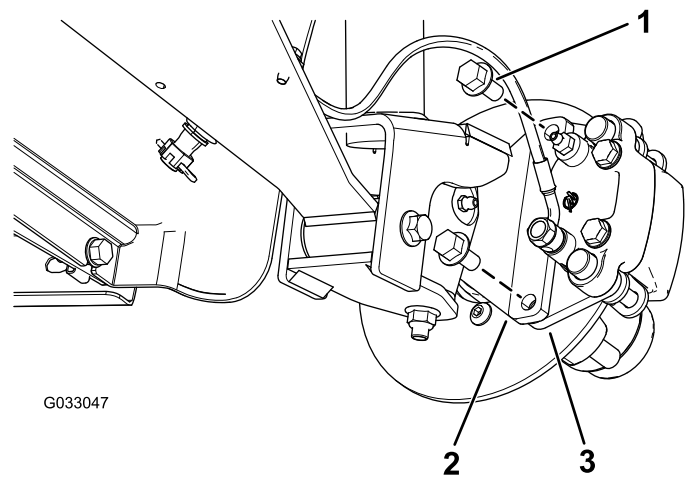
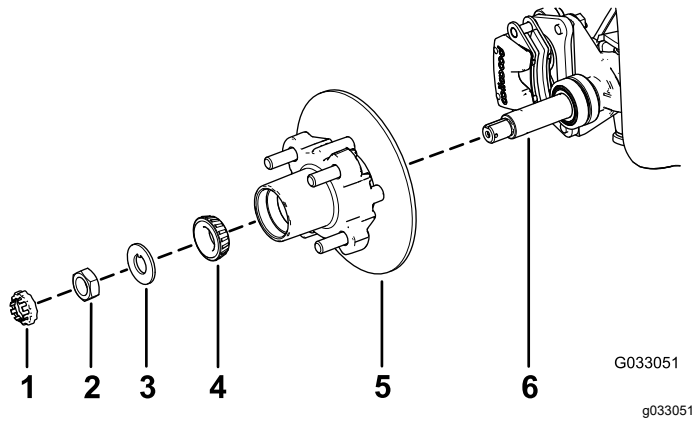

Figura 29
Figura 33
3. Retire os parafusos de cabeça 1/2a flangeada (3/8 x 3/4 pol.) que prendem o suporte para o conjunto dos travões ao eixo e afaste o travão do eixo (Figura 29).
1. Aplique uma leve camada do lubrificante especificado no eixo (Figura 33).
2. Monte o cubo e o rotor no eixo com o rotor interior (Figura 33).
3. Monte o rolamento exterior no eixo e coloque o rolamento na correia exterior (Figura 33).
4. Monte a anilha com patilha no eixo (Figura 33).
5. Enrosque a porca do eixo no eixo e aperte a porca com 15 N·m, enquanto roda o cubo para assentar o rolamento (Figura 33).
2. Alinhe as pastilhas dos travões com cada lado do rotor (Figura 29) e os orifícios no suporte da pinha com os orifícios na montagem dos travões da estrutura do eixo (Figura 33).
3. Prenda o suporte da pinha à estrutura do eixo (Figura 29) utilizando os dois parafusos de cabeça flangeada (3/8 x 3/4 pol.)